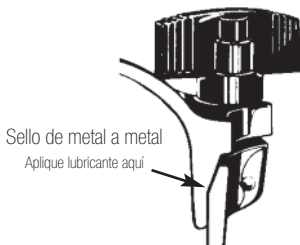

Fig. 1
Aplique lubricación a todo el borde biselado de la parte inferior (Ver. Fig. 1). Recomendamos el uso de un lubricante de alta temperatura como la grasa de alto resistencia; vaselina también puede ser utilizado como un sustituto. Solamente se necesita una fina capa de lubricación para lubricar el sello de metal a metal.
1. SELLO METAL-METAL (Ver Fig. 1) Le